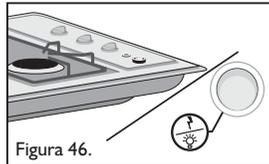

Figura 46.
- Presione el interruptor del encendedor electrónico si el producto lo posee (Ver figura 46).